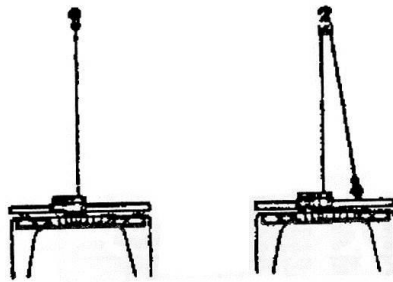

Abb. 1
- Bei großen Lasten über 450 kg sollten Sie die Belastung am Seil, durch die Nutzung einer Seilrolle mit Haken, halbieren (Abb. 1).
- Benutzen Sie eine Seilrolle mit Haken, um die Belastungen der Seilwinde zu verringern. (Abb. 1).